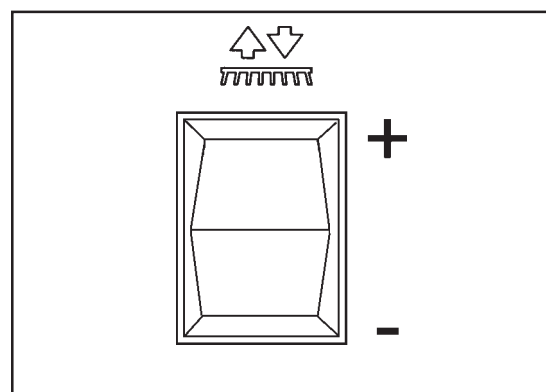

Figure 28
Les brosses sont utilisées pour assurer l'agitation de la solution, ce qui améliore le processus de nettoyage. L'importance de la pression appliquée peut être réglée sur cinq niveaux différents afin de s'adapter à tous les sols, quel que soit leur état. Ces différents niveaux sont indiqués sur l'afficheur LCD situé à l'avant de la machine (figure 27B). Pour régler la pression d'appliquer sur les brosses, utilisez le commutateur des brosses (figure 28).
1. Pressez le côté « + » du l'interrupteur (figure 28).
1. Pressez le côté « - » du l'interrupteur (figure 28).